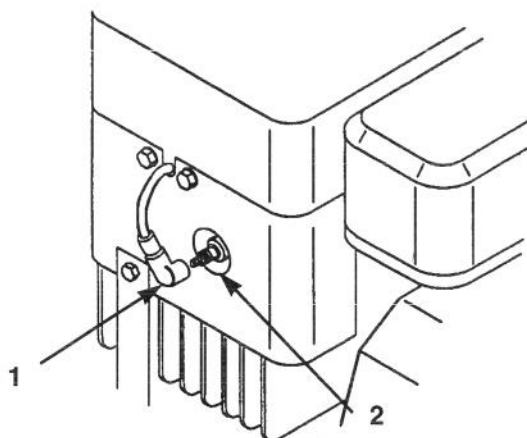

Fig. 22
3. Togliete il cappello dalla candela (Fig. 22) e pulite attorno alla candela per impedire che lo sporco penetri nel motore e lo danneggi.
3. Spingete il cappello sulla candela (Fig. 22).